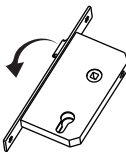

Fig.8
- 1 - Verifique a posição do trinco em relação ao fechamento da porta, caso necessite proceda a reversão do trinco (Fig. 8). Determine previamente a que altura será instalada a fechadura, em geral a maçaneta fica a 1m do piso. Encoste a própria fechadura na porta com gabarito, marque com um lápis o contorno da fechadura e os furos para o cilindro e maçaneta (Atenção: não faça o furo da maçaneta na fechadura com trinco rolete). Isso definirá a parte da porta que vai receber os furos para o encaixe da máquina da fechadura.